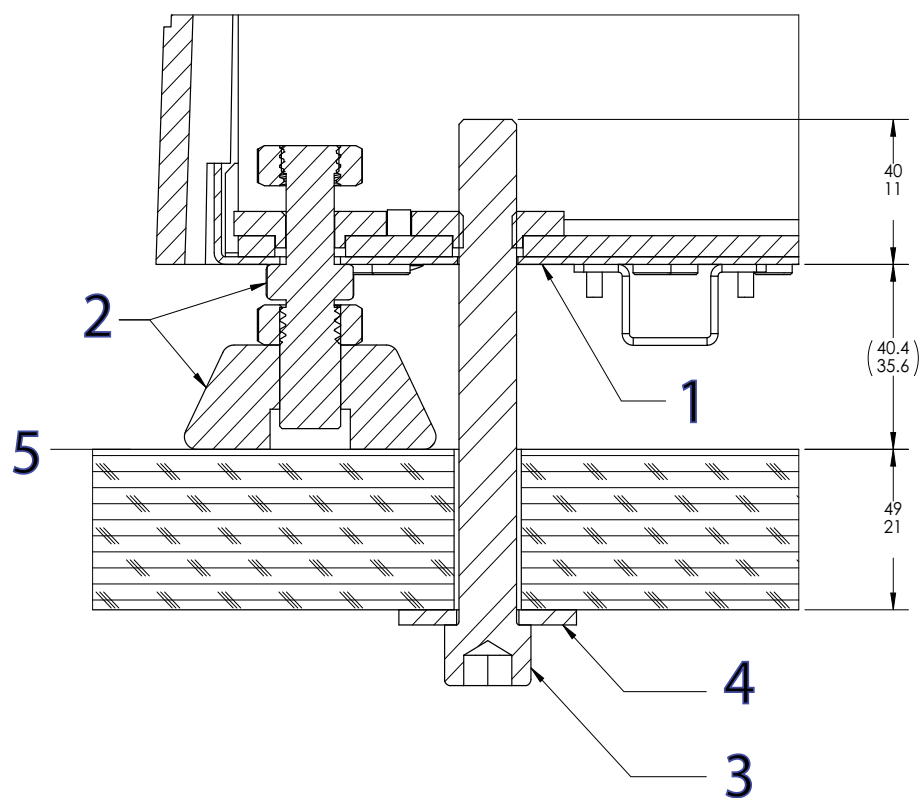

Figura 15. Fissare il telaio al tavolo
Legenda per Figura 15
3. Installare ogni bullone e rondella sovradimensionata come mostrato nella Figura 15 a pagina 68.